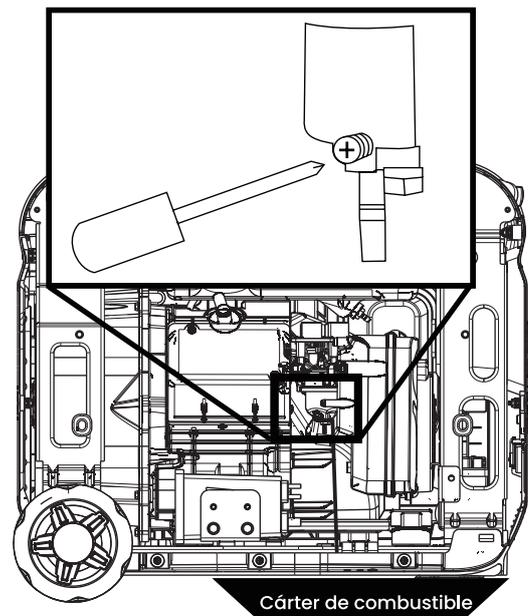

Figura 14: Afloje el tornillo de la taza del flotador
3. Afloje el tornillo de drenaje de la taza del flotador (vea la Figura 14) hasta que se vea que combustible se esté drenando de la taza del flotador.